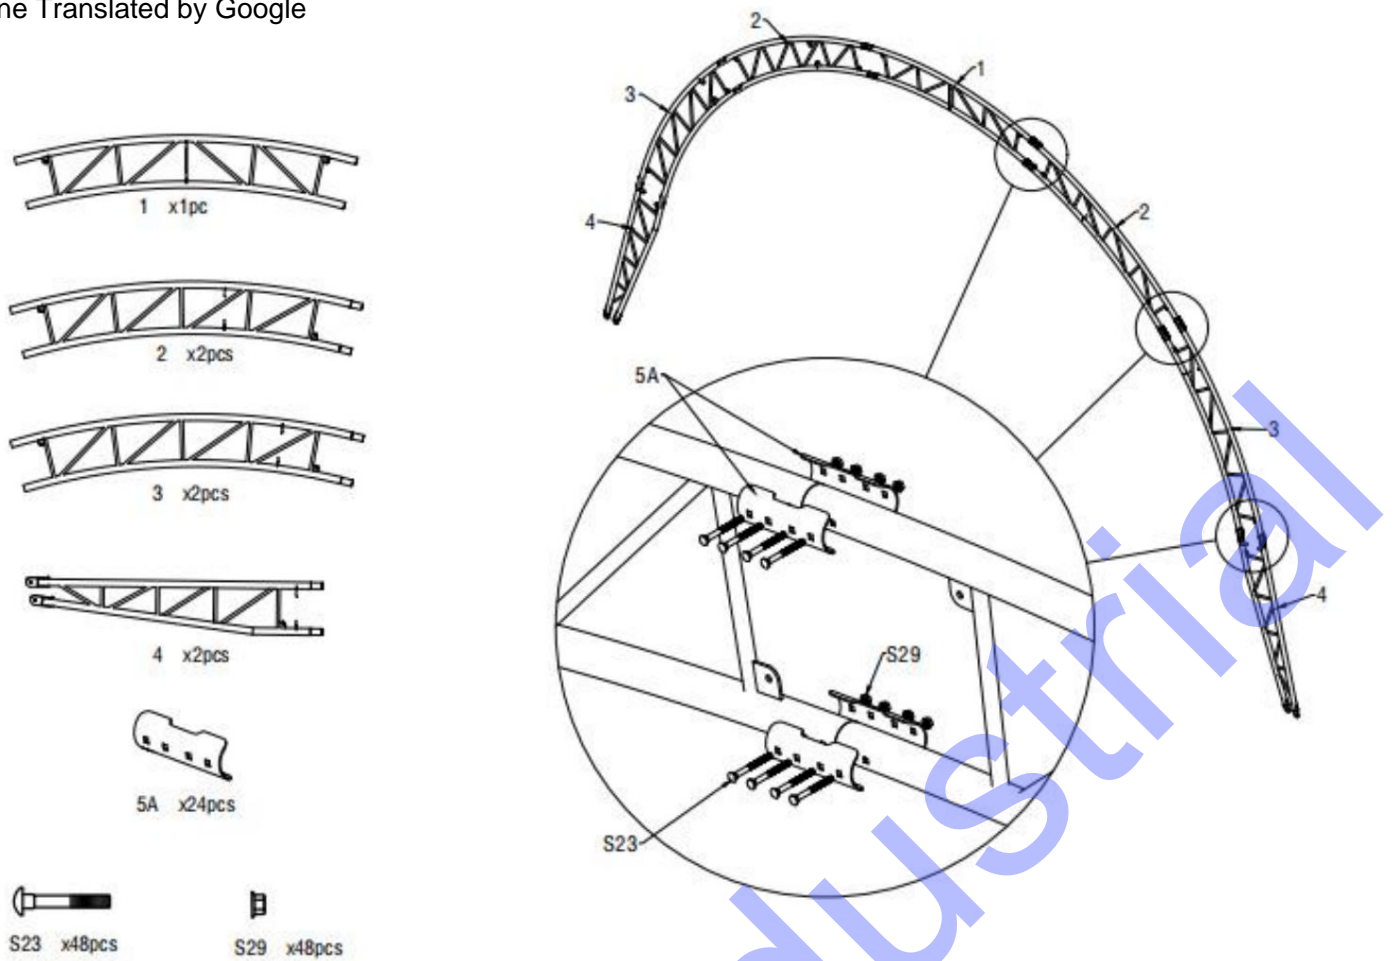

Figure 4
2. Comme illustré à la figure 4, repérez un tube de toit supérieur (n° 1), deux tubes courbés supérieurs (n° 2), deux tubes courbés centraux (n° 3) et deux tubes courbés inférieurs (n° 4). Assemblez chaque arceau avec une vis M8x80 (n° S23). N'installez PAS la vis sur le dessus de la ferme, là où reposera la toile.
Remarque : tube de toit supérieur, tube de courbure de toit et tube de courbure inférieur (n° 1A, 2A, 3A et 4A) qui sont soudées avec des plaques d'acier pour les portes avant et arrière sont différentes de l'arc central. (Figure 4)